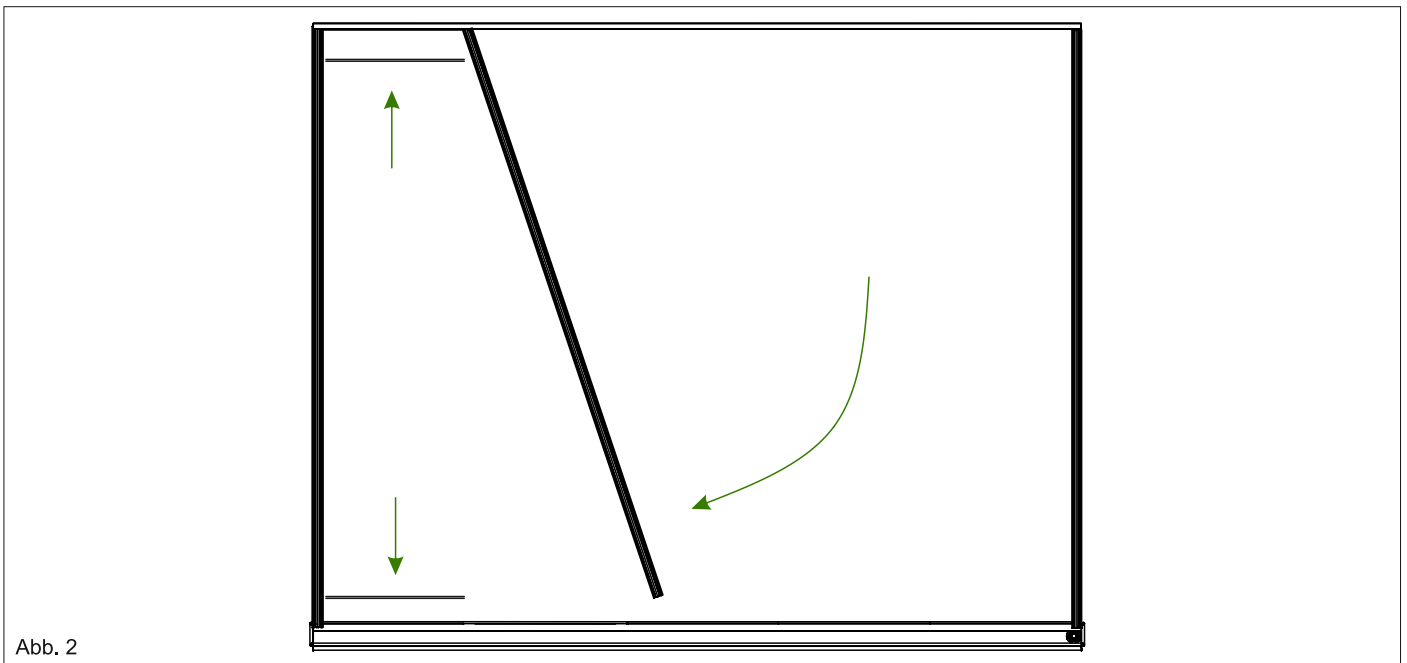

Abb. 2
2. Nun schieben Sie den Mittelsparren mit dafür vorgesehenen Schlitzern zuerst in das Wandprofil und dann in das Rinnenprofil bis zur (Abstand ca. 1 mm) Klickplatte hinein. Siehe Abb. 2.